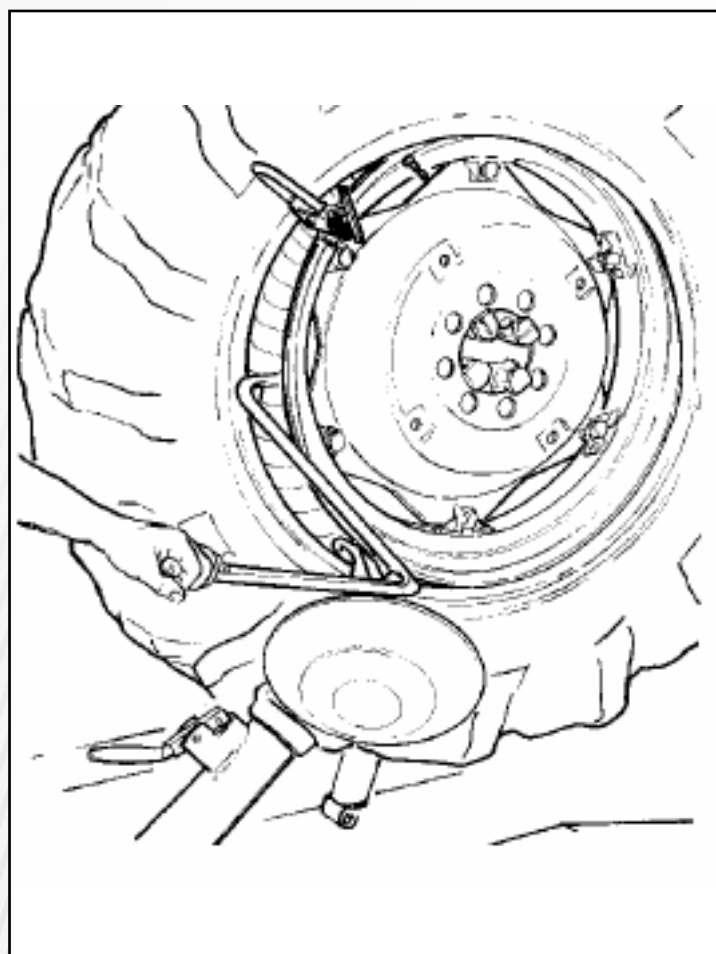

Рисунок 28
23) Понемногу поворачивайте зажимное устройство по часовой стрелке до тех пор, пока вы не сможете вставить рычаг отжимного ролика на его место в съемном рычаге (см. рис.28). Этот рычаг поставляется по просьбе заказчика.